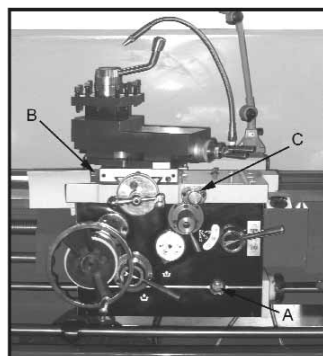

Fig. 5
3. **Forkle** – Oljen må være mellom markeringene i det optiske øyet (A, fig. 5). Bruk Mobil DTE® Oil Heavy Medium. Skru ut oljepluggen (B, fig. 5) oppe på høyre side for å fylle på olje. Avtapping: Skru ut pluggen nede på forkledet. Tapp ut og bytt all olje første gang etter tre må-
neders bruk. Bytt så olje en gang om året. Dra ut spaken (C, fig. 5) på sentralsmøringen og hold det utdratt i noen sekunder så at pumpen fylles med olje. Når spaken slippes, flyter oljen gjennom ulike kretser og smører kanalene og tverrsleide. Gjør det to ganger om dagen eller ved behov. Når oljenivået er under markeringen må olje fylles på.